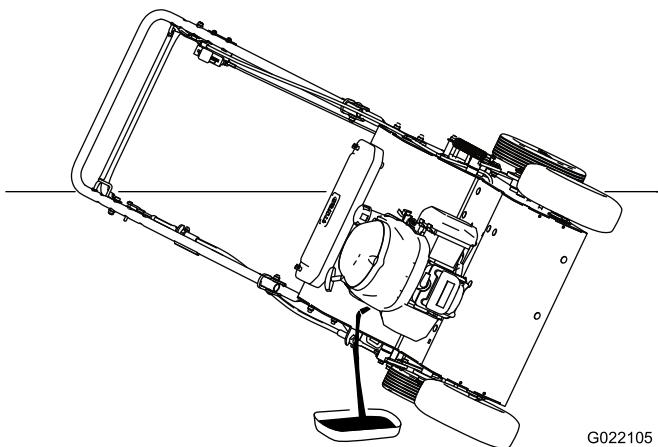

Figura 28
- Ponga la máquina de lado, con el filtro de aire hacia arriba, para drenar el aceite usado a través del tubo de llenado de aceite (Figura 28).